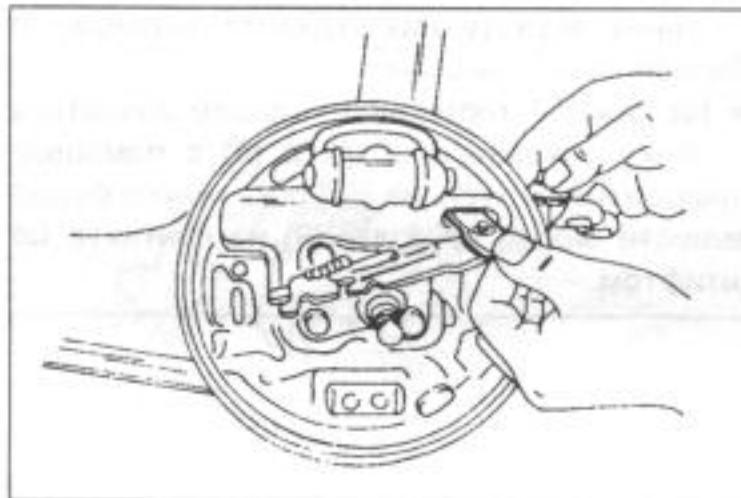

**Рис.227.**
- Снять тормозной барабан, как это описано в соответствующей главе. В некоторых случаях бывает трудно просто вытянуть барабан. В этом случае нужно, пользуясь рис.227, с задней стороны плиты суппорта тормозного